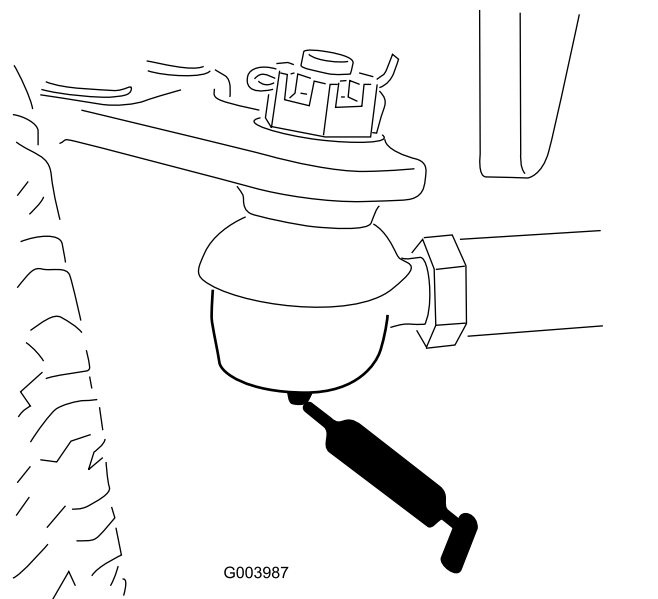

Figure 51
- Bielle de essieu arrière (2) (Figure 51).